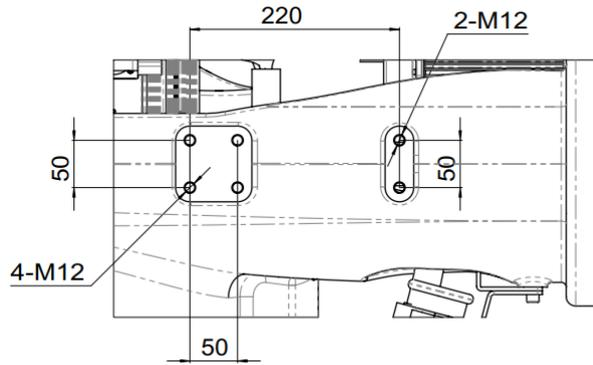

图 7-13 操作机肘部负载接口尺寸示意图
- 肘部负载质心位置需位于图 7-13 所示安装螺钉 220mmx50mm 区域内部。
大负载操作机 J3 轴肘部的设备安装孔规格及尺寸如图 7-13 所示。